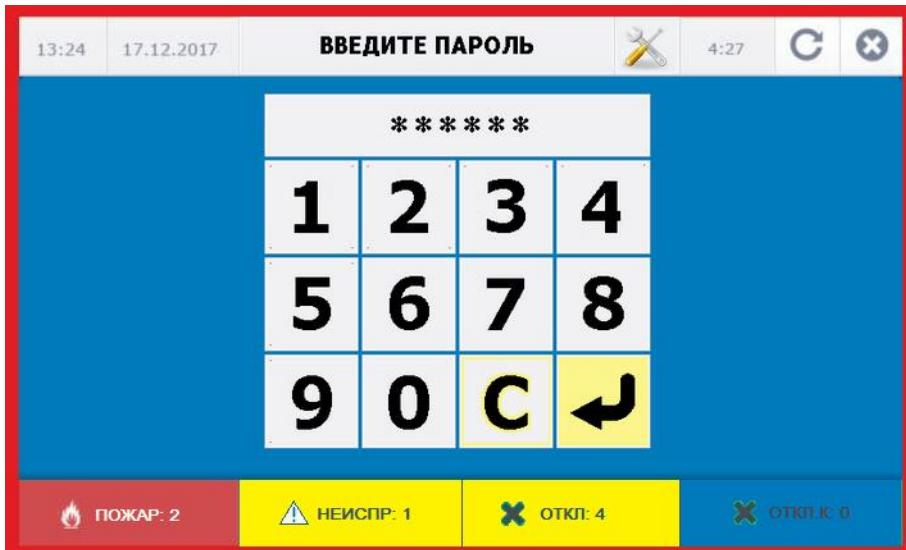

Рисунок 19. Меню ввода пароля.
- ✓ «СБРОС» - запускает процедуру ручного сброса состояния ППКиУ. При нажатии кнопки в рабочем окне появляется меню ввода пароля для осуществления процедуры сброса состояния ППКиУ (рисунок 19).